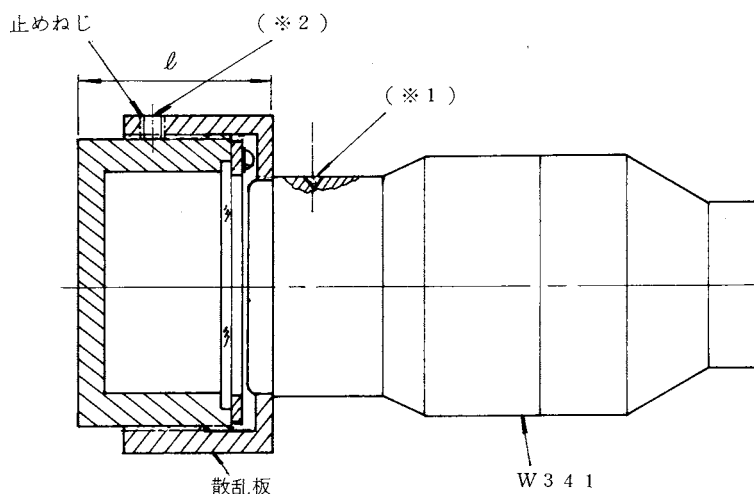
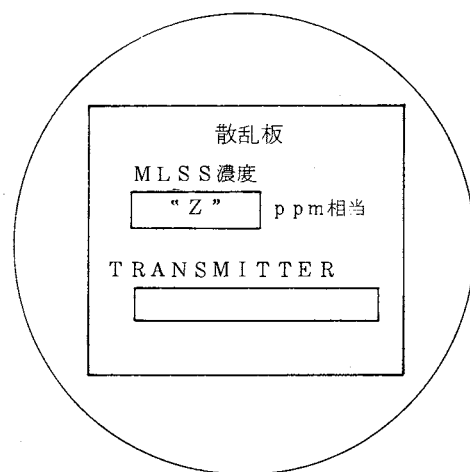

図 4.6 散乱板による出力チェック
図 4.7 散乱板の裏面
- (1) 付属の散乱板を、図 4.6 に示すように発信器の測定面に当てます。その後、\*1 と \*2 が同一直線上にくるように合わせてください。
- (2) 止めねじをゆるめ、長さ“ℓ”を調節し、2 個の散乱板による出力が約 50% になるようにして、止めねじで固定します。
- (3) このときの出力を読み、その値を散乱板裏面の“Z”の位置に記入しておきます（図 4.7 参照）。
- (4) これにより、再度散乱板による出力チェックを行なうことが可能になります。
まず、発信器の測定面の水滴を布などでよくふき、図4.6に示すように散乱板をセットし、そのときの変換器の出力値と運転前の校正のときチェックした散乱板の値（裏面に書き入れた値）との差がフルスケールの5%以下であれば、発信器と変換器の動作は正常です。